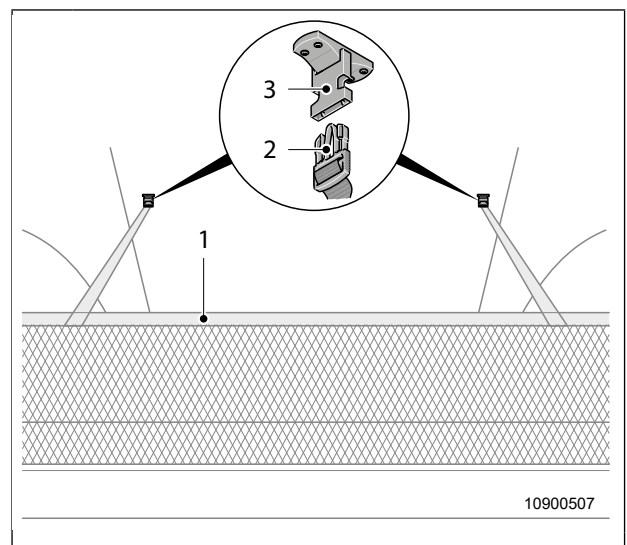

Fig. 39 Dispositivo de protección contra caídas
1. Sacar el dispositivo de protección contra caídas (Fig. 39, pos. 1) de debajo del colchón.
2. Insertar la hebilla (Fig. 39, pos. 2) de ambas correas del dispositivo de protección contra caídas en el acoplamiento (Fig. 39, pos. 3) correspondiente.